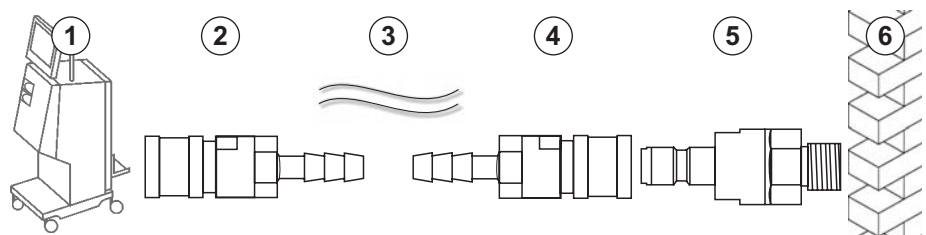
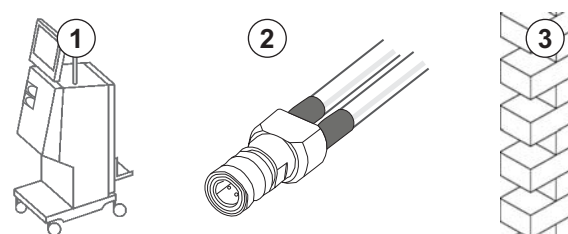

Рис. 4-4 Вариант 1: вход воды через муфту Aquaboss
Рис. 4-5 Вариант 2: вход воды через муфту Aquaboss для кольцевого трубопровода.
- Вариант 1: 2 муфты с внутренней резьбой (Рис. 4-4, ② , ④), внутренний диаметр гибкой трубы 9 мм, материал 1.4571 EPDM
- Вариант 1: 1 закрывающий ниппель с внешней резьбой ⑤ , материал 1.4571 EPDM
- Вариант 2 (возможно использование кольцевого трубопровода): Вторичный кольцевой трубопровод с двойным Р-У-образным соединителем без мертвого пространства (Рис. 4-5, ②)
Вариант 2: используется кольцевой трубопровод. Трубы, идущие от стены и идущие к стене, закреплены на внешней муфте (Рис. 4-5, ②).
1. Подсоедините муфту с внутренней резьбой ② непосредственно к аппарату.